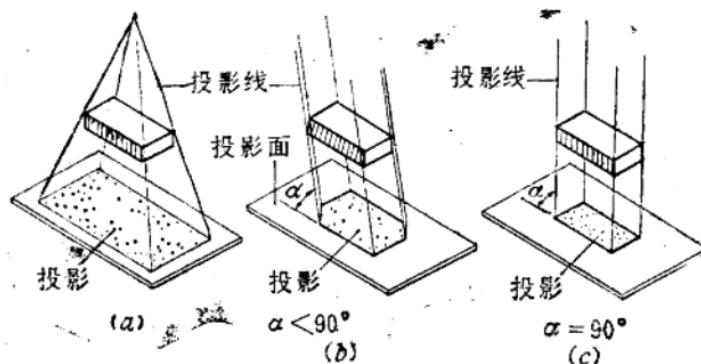

图 3-1 投影的种类
(1) 中心投影。这种投影的投影线从一点发出，通过物体在投影面上产生的投影叫中心投影。由于中心投影的投影图与物体不一致，制图时不易掌握，故在工程图中多不采用。
(2) 平行投影。这种投影的投影线彼此平行，通过物体在投影面上产生的投影叫平行投影。当平行投影线与投影面的夹角 $<90^\circ$ 时，叫平行斜投影；当平行投影线与投影面的夹角为 90° 时，叫平行正投影。由于平行正投影能准确地反映出物体的真实形状和大小，故在工程图中常被采用。平行正投影简称正投影，见图3-1。